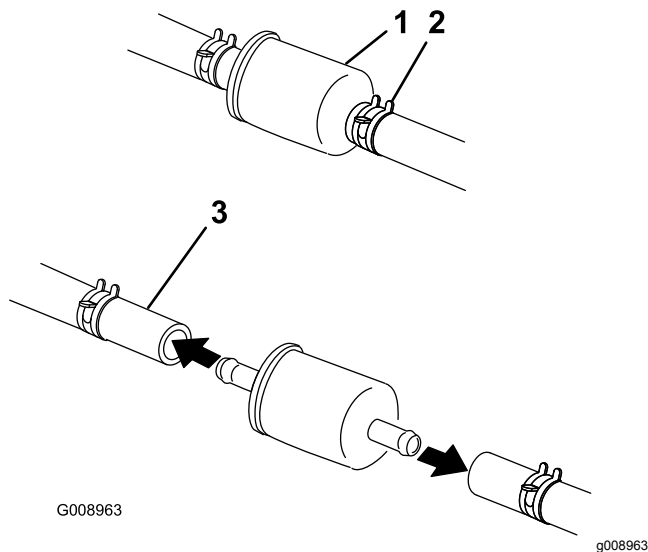

Figura 60
5. Aperte as pontas dos grampos da tubagem e afaste-as do filtro (Figura 60).
7. Instale um filtro novo e coloque as abraçadeiras junto ao filtro (Figura 60).